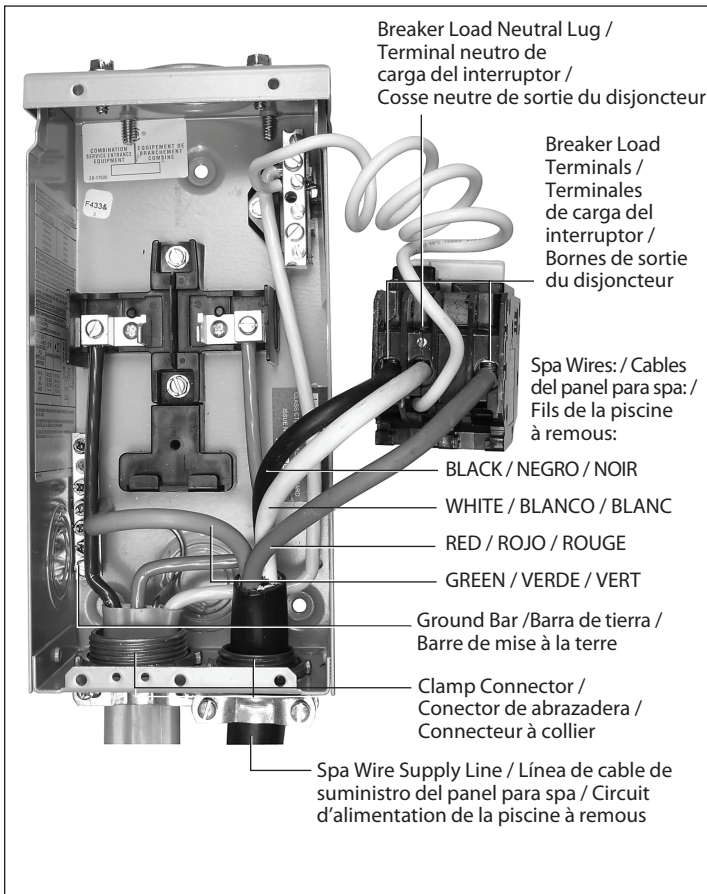

FIGURE 3 / FIGURA 3 / FIGURE 3
- c. GREEN wire to spa panel GROUND BARPull excess spa wire out through clamp connector, trim wire casing and tighten connector. See Figure 3 .
Tirez la longueur de fil électrique en trop pour la sortir du collier, décapez le fil et serrez le connecteur. Voir la figure 3 .